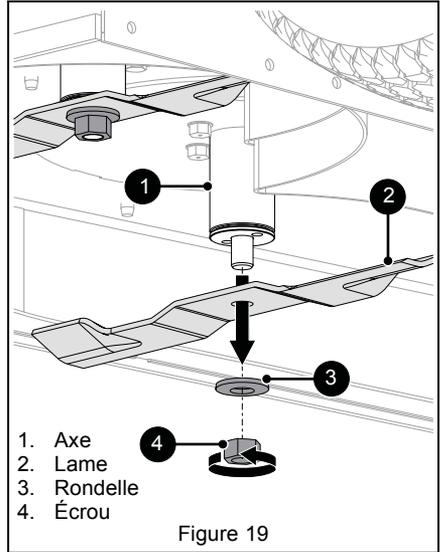

Figure 19
Voir Figure 19.
1. Mettre en place les lames, les rondelles et les écrous sur les axes. Voir Figure 19.